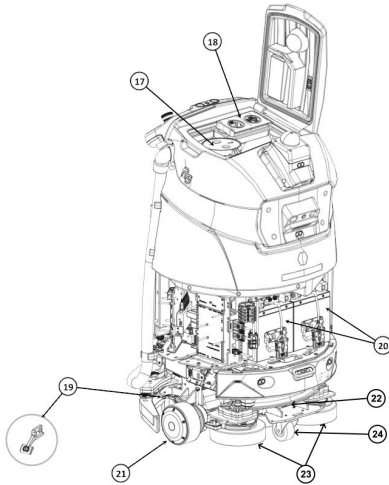

Abbildung 3
- 17. Grobschmutzbehälter (Abbildung 3)
- 18. HEPA-Filter (Abbildung 3)
- 19. Bremsentriegelungshebel (Abbildung 3)
- 20. Batterie (Abbildung 3)
- 21. Antriebsrad (Abbildung 3)
- 22. Frischwasserfilter (Abbildung 3)
- 23. Bürstenkopf (Abbildung 3)
- 24. Lenkrolle (Abbildung 3)